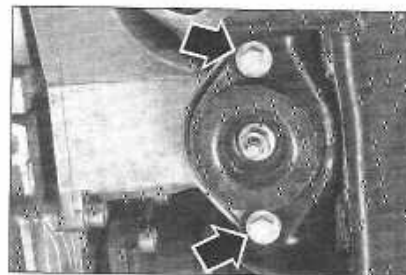

FIGURE 1-21
- Desserrer les vis de fixation du support droit de boîte de vitesse (figure 1-21).